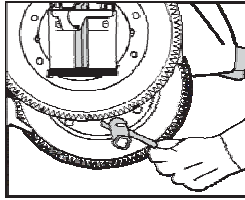

Abb. 38
- 2.3.7 Den ersten Gang einlegen und das Rad mit einer Hand festhalten. Die fünf Muttern, die das Rad an der Bremstrommel befestigen mit Hilfe des Rohrschlüssels entfernen (Abb. 38).